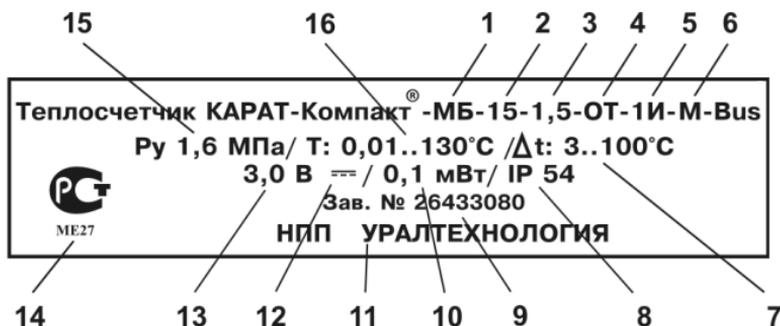

Рисунок 9. Маркировка на боковой поверхности
- на наклейке, крепящейся к боковой поверхности корпуса вычислителя, печатается наименование прибора, заводской номер прибора, исполнение прибора и номинальный расход, максимальное рабочее давление, диапазон измерения температуры, диапазон измерения разности температур, номинальное значение напряжение питания, вид питания, номинальная мощность, степень защиты оболочки, знак Соответствия, наименование предприятия-изготовителя, рисунок 9.